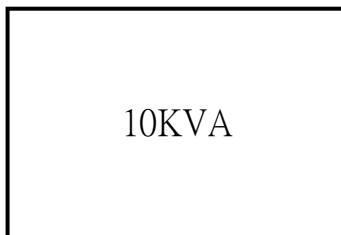

Рис. 1 Главный интерфейс
1. При пуске ИБП в режиме работы от электросети переменного тока или «холодном» пуске ИБП на дисплее отобразится (см. Рис. 1) главный интерфейс.